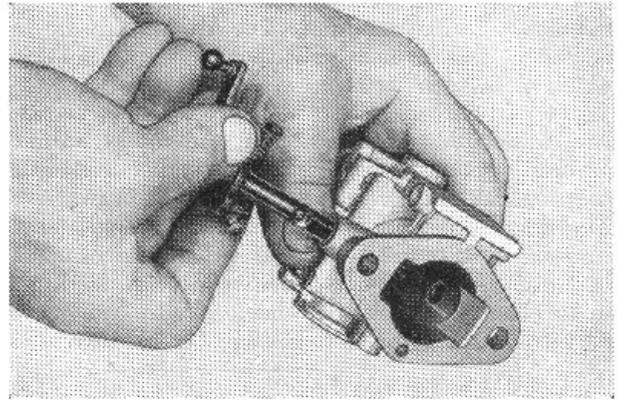

Bild M 127. Drosselklappenachse herausnehmen
(1) Einstellschraube
3. Drosselklappenachse (Bild M 127) herausziehen, Verschleißteile auswechseln und die neue Drosselklappenachse in das neue Vergasergehäuse einpassen.